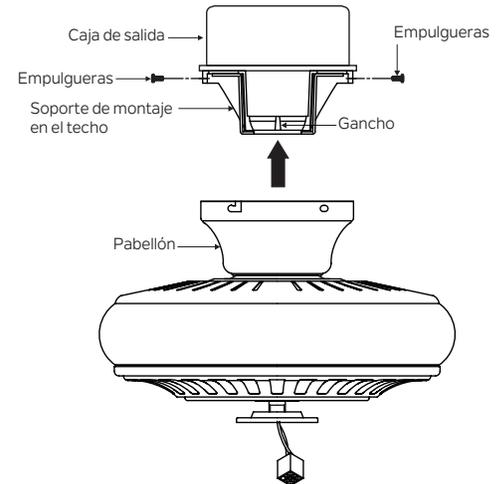

Fig. 14
Paso 3. Asegúrese de que los cuatro tornillos de montaje estén apretados. (Fig. 14)